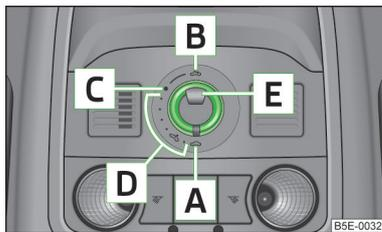

Abb. 25
- Wurde die Batterie abgeklemmt und wieder angeklemmt, kann es passieren, dass das Schiebe-/Ausstelldach außer Funktion ist. Dann den Drehschalter in die Schalterstellung **A** » Abb. 25 auf Seite 52 stellen, ziehen und an der Aussparung nach unten und vorn festhalten. Nach etwa 10 Sekunden geht das Schiebe-/Ausstelldach auf und wieder zu. Erst danach den Drehschalter wieder loslassen.
› Den Schalter in Stellung **C** » Abb. 25 drehen.